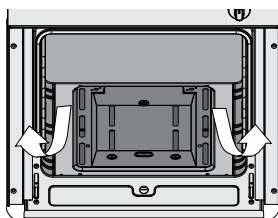

Figura 34.
2. En el caso que necesite removerlo para su limpieza, verifique que el mismo se encuentre frío. Remuévalo tomando esta pieza hacia arriba y hacia afuera (Ver figura 34).